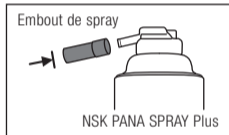

Fig. 20
- 1 Fixez l'embout de spray inclus dans l'embout du PANA SPRAY Plus (Fig. 20).